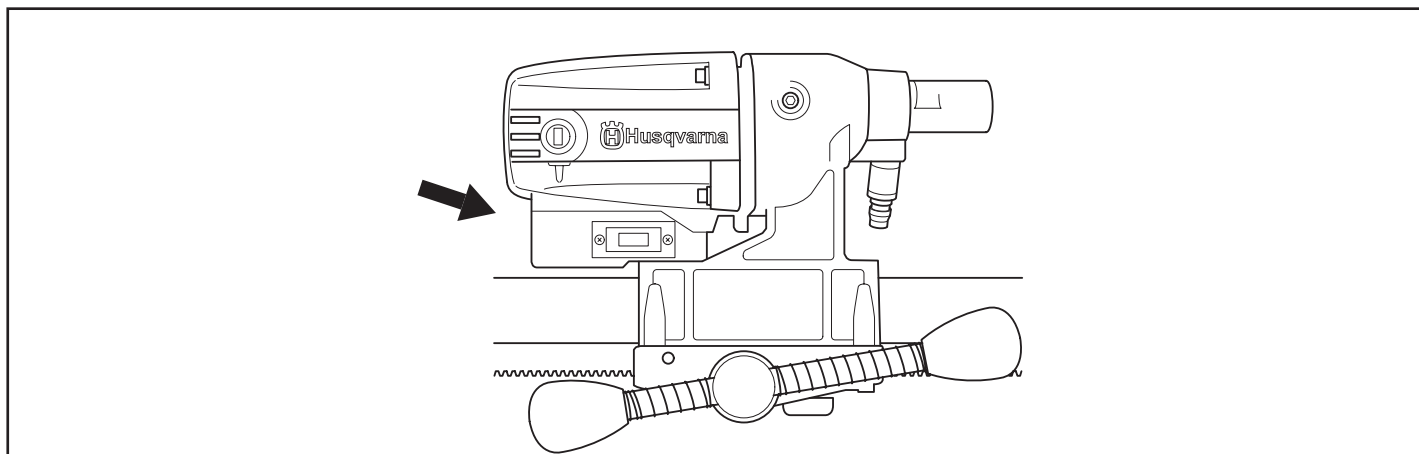
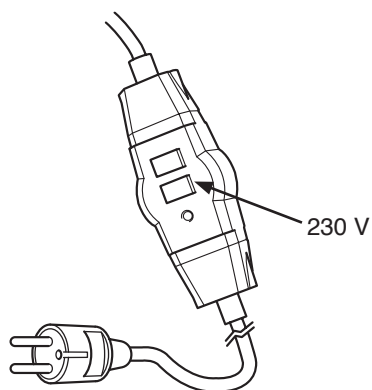

Fig. 6
Fig. 7
- La macchina sia collegata a una presa con messa a terra (fig. 7) la cui tensione di rete corrisponde a quella indicata sulla targhetta sul lato della macchina (fig. 6).
- Das Gerät muss an einen geerdeten Stromanschluss (Abb. 7) angeschlossen sein, bei dem die Netzspannung mit der Spannung übereinstimmt, die auf dem Schild auf der Oberseite des Geräts steht (Abb. 6).
- La machine est branchée à une prise de terre de protection (Fig 7) dont la tension de réseau est conforme à celle indiquée sur la plaque signalétique sur le côté de la machine (Fig. 6).
- De aansluiting in een geaard stopcontact zit (Fig. 7), waarbij de netspanning klopt met de spanning die op het plaatje op de zijkant van de machine staat (Fig. 6).